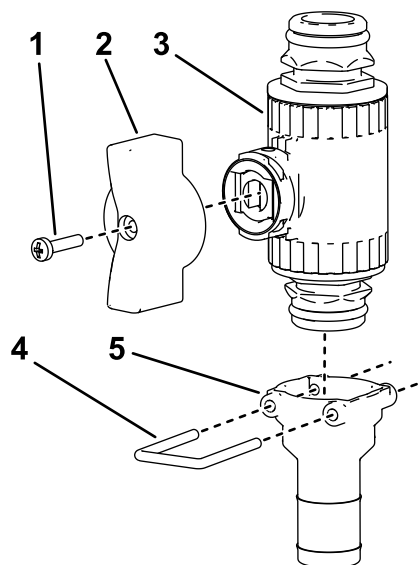

Bild 31
12. Befestigen Sie das gerade Anschlussstück am anderen geraden Regelventil mit dem Arretierbügel, wie in Bild 31 dargestellt.